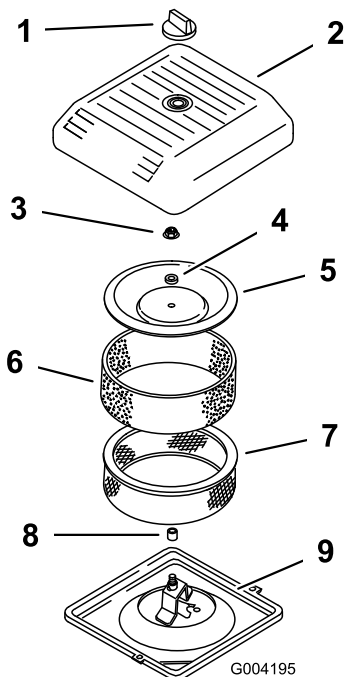

図 18
2. エアクリーナのカバーを固定しているノブを外し、カバーを取り出す(図 18)。
3. ペーパー・エレメントについているスポンジ・エレメントを注意深く外す(図 18)。
4. カバーナットを外し、カバー、スペーサ、ペーパー・エレメントを外す(図 18)。
2. エアクリーナのベースにエアクリーナ・アセンブリを取り付ける(図 18)。
3. カバーとスペーサを元どおりに取り付け、ナットで固定する(図 18)。ナットを 11 Nm (1.09 kg.m = 95 in-lb) にトルク締めする。
4. エアクリーナのカバーを元通りに取り付け、ノブで固定する(図 18)。